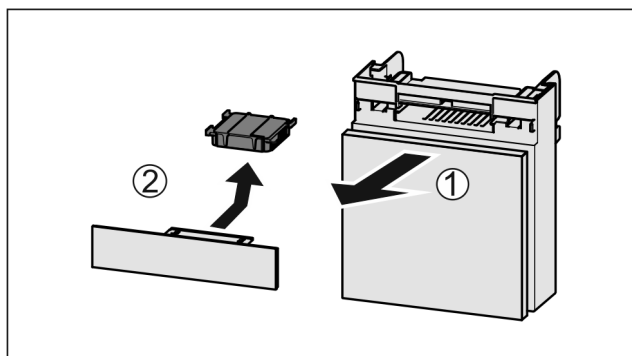

Fig. 111
- Estrarre il vano tirando in avanti Fig. 111 (1).
- Rimuovere il filtro a carboni attivi Fig. 111 (2).